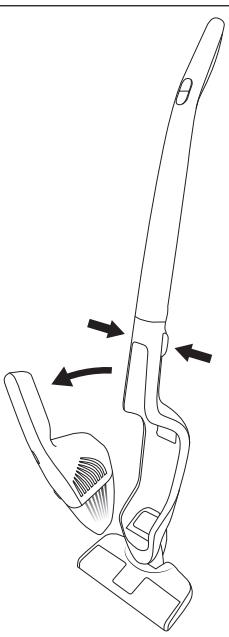

Bild 3
- 4) Dra sedan handenheten **3** uppåt och framåt för att lossa den från inbukningen **13** (bild 3).